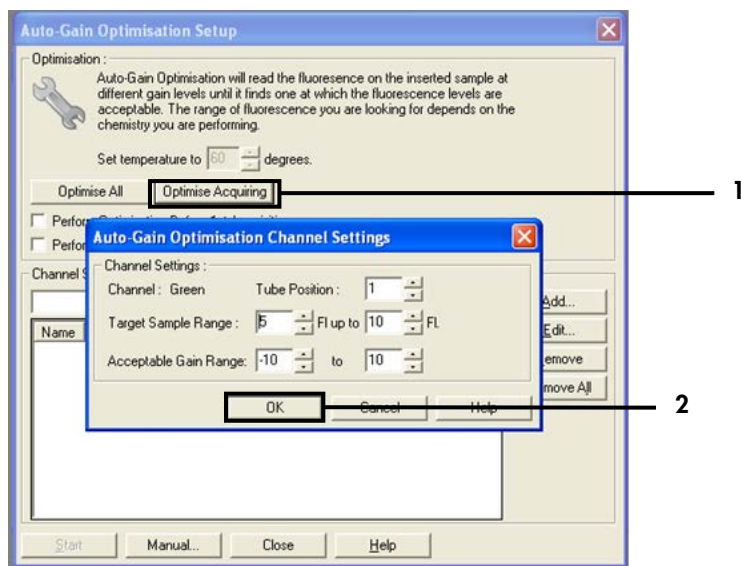

Abbildung 30. Automatische Verstärkungsoptimierung für den grünen Kanal 1 = „Optimise Acquiring“ (Erfassung optimieren), 2 = „OK“
13. Klicken Sie auf „Optimise Acquiring“ (Erfassung optimieren). Es werden für jeden Kanal die Kanaleinstellungen angezeigt. Bestätigen Sie diese Standardwerte, indem Sie für beide Kanäle auf „OK“ klicken (Abbildung 30).